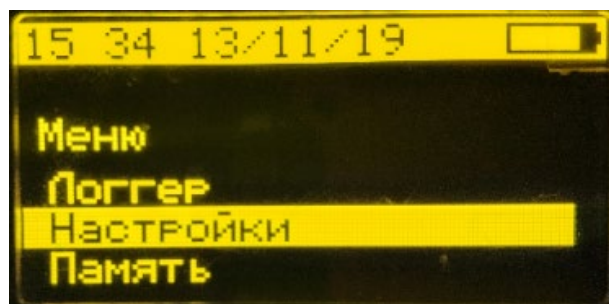

Рисунок 14 . Основное меню СТ при подключении ЛС
7.2. В основном меню СТ при подключении ЛС (Рисунок 14 . Основное меню СТ при подключении ЛС) отсутствуют сведения о номере устройства,